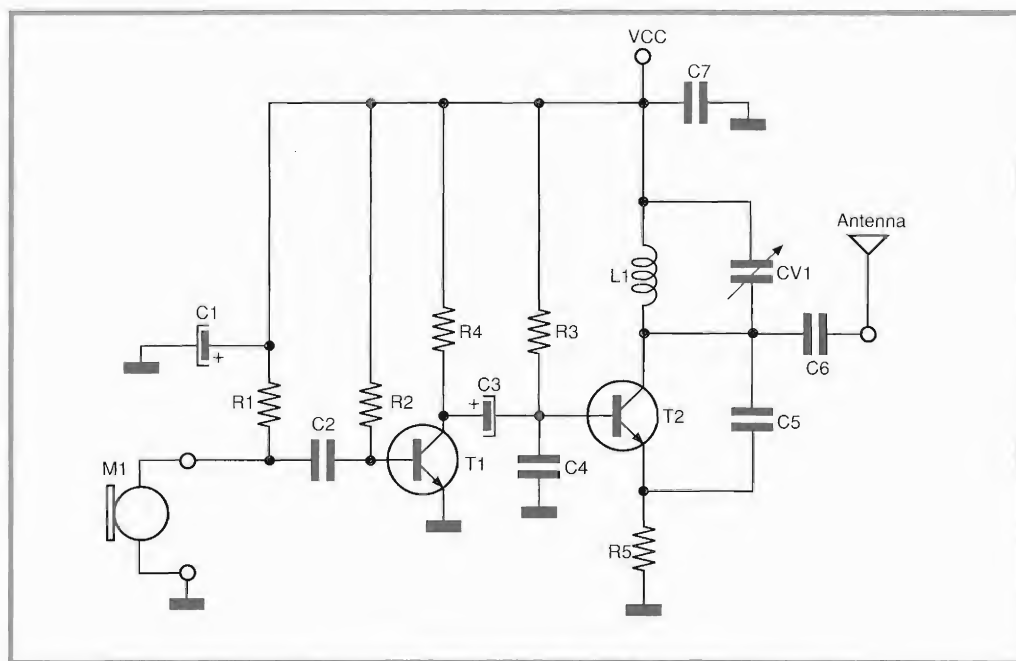

Figura 1.9. Schema elettrico del microtrasmettitore SMD 94÷112 MHz.
**C**on questo circuito è possibile trasmettere voce e musica e sentirla su qualsiasi radiolina in FM, indicata anche per tenere sotto controllo bimbi piccoli in camera, voci e rumori in locali non vicini come cantine, garage e soffitte. Si tratta, come detto, di un micro-trasmettitore in FM capace di sintonizzarsi da 94 a 112 MHz. In Figura 1.9 vediamo il semplice complessivo elettronico del trasmettitore. Il microfono M1 capta i segnali audio; questi, vengono amplificati dal transistor T1 e applicati, tramite C3, alla base del transistor T2 che insieme alla bobina L1, il compensatore capacitivo CV1 e alla resistenza R5 con condensatore C5, forma un oscillatore a radiofrequenza settabile, con CV1, da circa 94 a 112 MHz. Tale oscillatore viene controllato dal segnale applicato in base a T2 e proveniente dal microfono M1. In questa maniera, si ottiene un segnale a radiofrequenza modulato in frequenza e irradiato dall'antenna ANT.